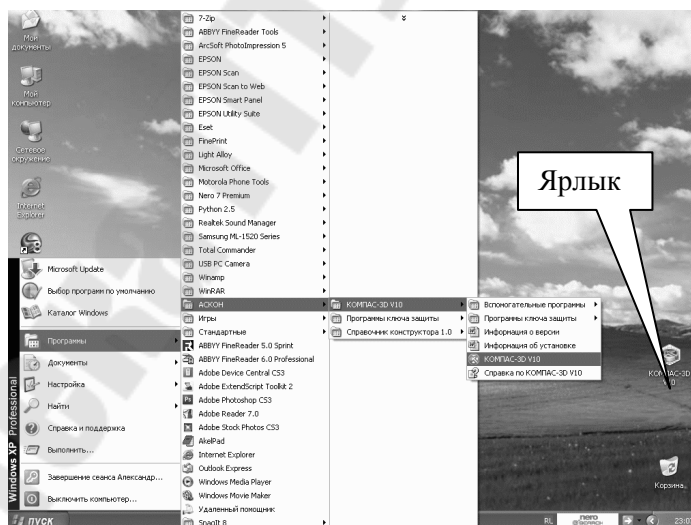

Рис. 1
- сделать двойной щелчок на ярлыке системы  , расположенном на рабочем столе (рис. 1).